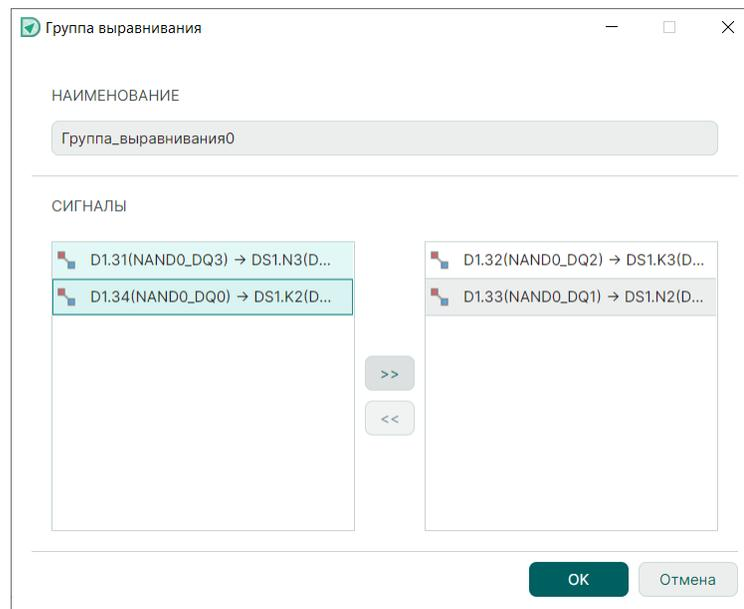

Рис. 365 Наполнение группы выравнивания
2. Задайте имя группы выравнивания и перенесите из левой части поля «Сигналы» в правую часть необходимые сигналы с помощью кнопок перемещения, см. Рис. 365.